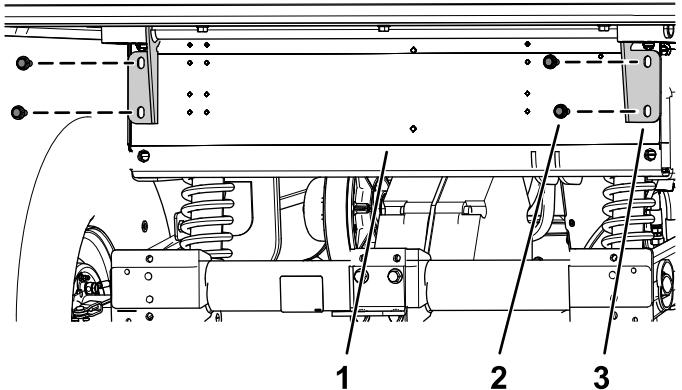

図 5
7. 荷台のヒンジブラケットを車体の後フレームチャネル部材に固定しているフランジヘッドボルト4本 $\frac{3}{8}$ x 1 インチを外す図 5。
- 荷台のヒンジブラケットを車体の後フレームチャネル部材に固定しているフランジヘッドボルト4本 $\frac{3}{8} \times 1$ インチを外す図 5。